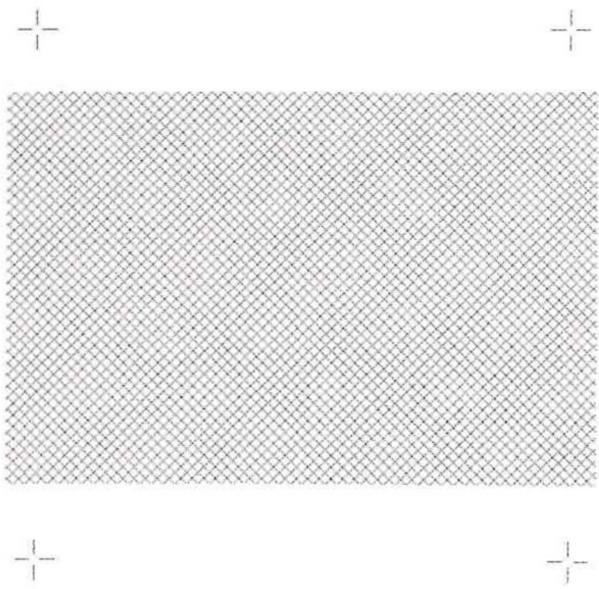

図1 CADで設計
- ① 記録用のフィルムとメッキができるトナーを準備する。
- ② CADで回路を設計する。（図1）